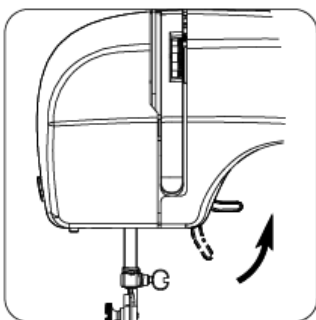

Abb.15
2. Heben Sie den Nähfußhebel an und legen Sie den Stoff, den Sie nähen möchten, unter den Nähfuß (Abb. 15).